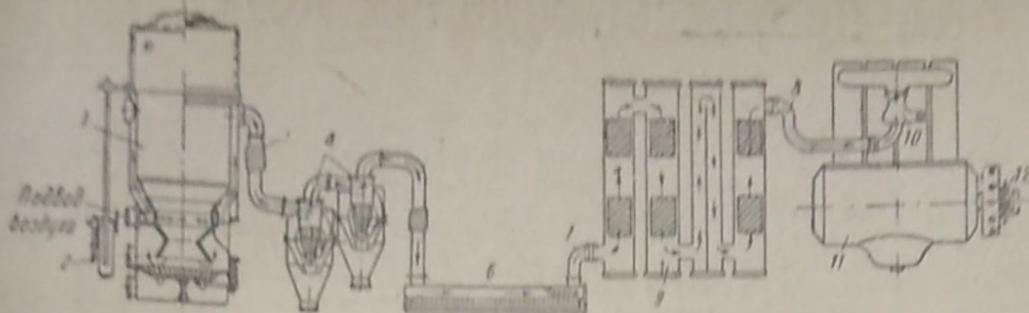

Рис. 2
Она состоит из следующих основных агрегатов (рис. 2): газогенератора (1), смонтированного слева трактора, вблизи сиденья тракториста; двух очистителей газа — циклонов (4) для предварительной очистки горячего газа; очистителя для грубой очистки газа (6), расположенного под сиденьем водителя — на месте ящика для инструмента, инструментальный ящик вынесен на правое крыло гравежного щитка; четырех очистителей (9) для тонкой очистки газа, смонтированных
Далее газ поступает в очистители грубой очистки (рис. 2, дет. 4) газа, представляющие собою два цилиндра, сделанные из листовой стали, длиной 1400 мм и диаметром 200 мм. Внутри каждого цилиндра находятся скребковые пылеуловители, задерживающие угольную пыль. Газ проходит последовательно через два такие очистителя.